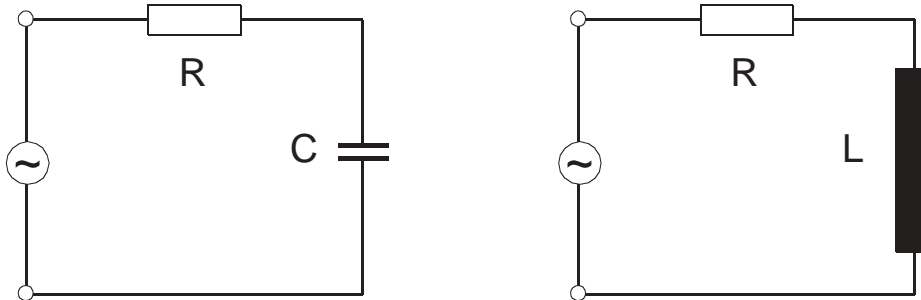

Abb. 1: Schaltungsskizzen zu Frage 9
9. Wie groß ist die Phasenverschiebung zwischen Strom und Spannung in den beiden Schaltungen in Abb. 1?